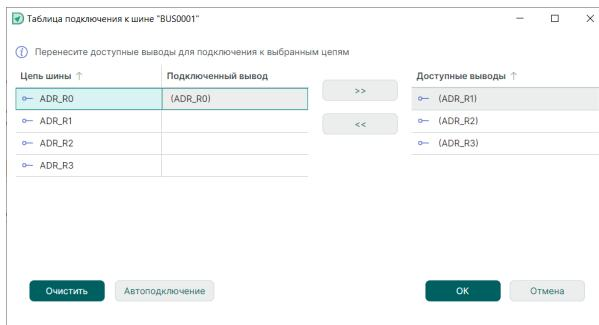

Рис. 196 Соответствие между цепью и выводом установлено
- Нажмите на кнопку «Добавить вывод», расположенную в центральной части окна. Будет установлено соответствие между выводом и цепью, см. Рис. 196.